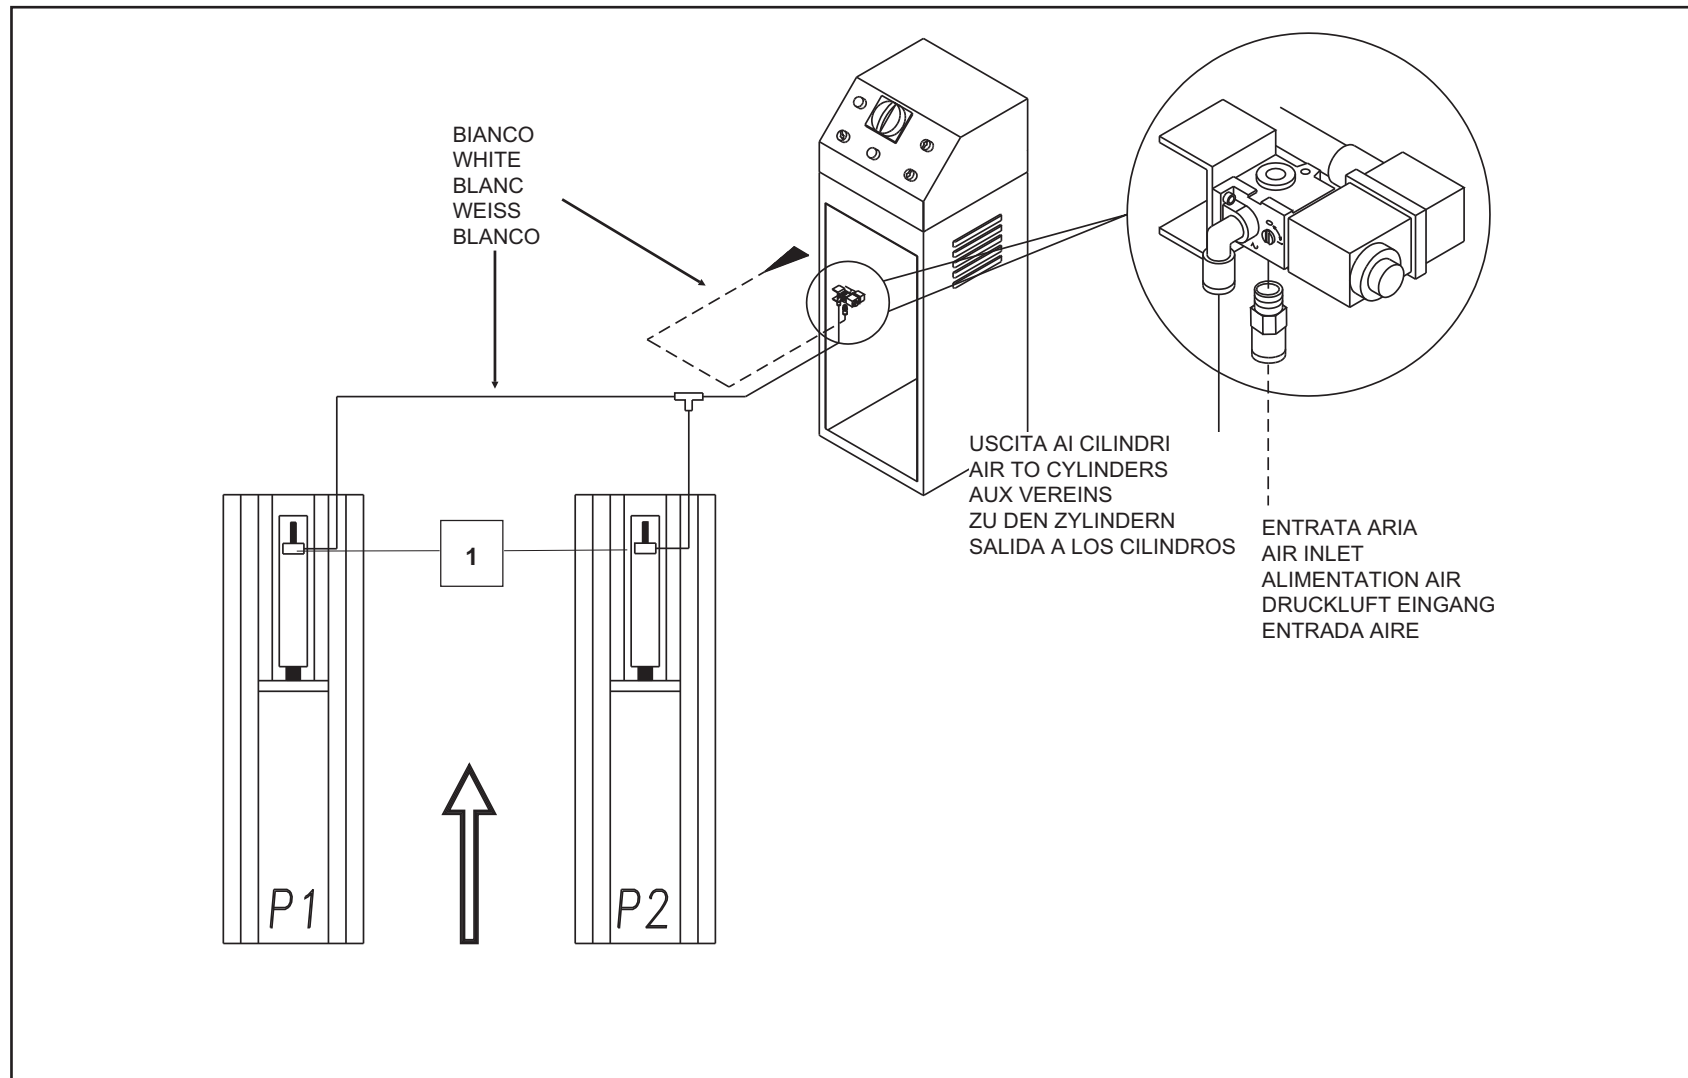

Fig.25 - Abb.25
6) Raccorder une arrivée d'air comprimé au pupitre et effectuer le branchement des vérins pneumatiques des crémaillères de sécurité comme indiqué à la fig. 25.
6. Verbinden Sie den pneumatischen Anschluß mit der Verbindung im Schaltschrank und mit den Zylindern an den Mechanischen Sicherheitssperklinken. (Abb.25).
6) Conecte la instalación neumática a la central de mandos y conecte los cilindros de seguridad mecánica según indicado en la fig. 25.